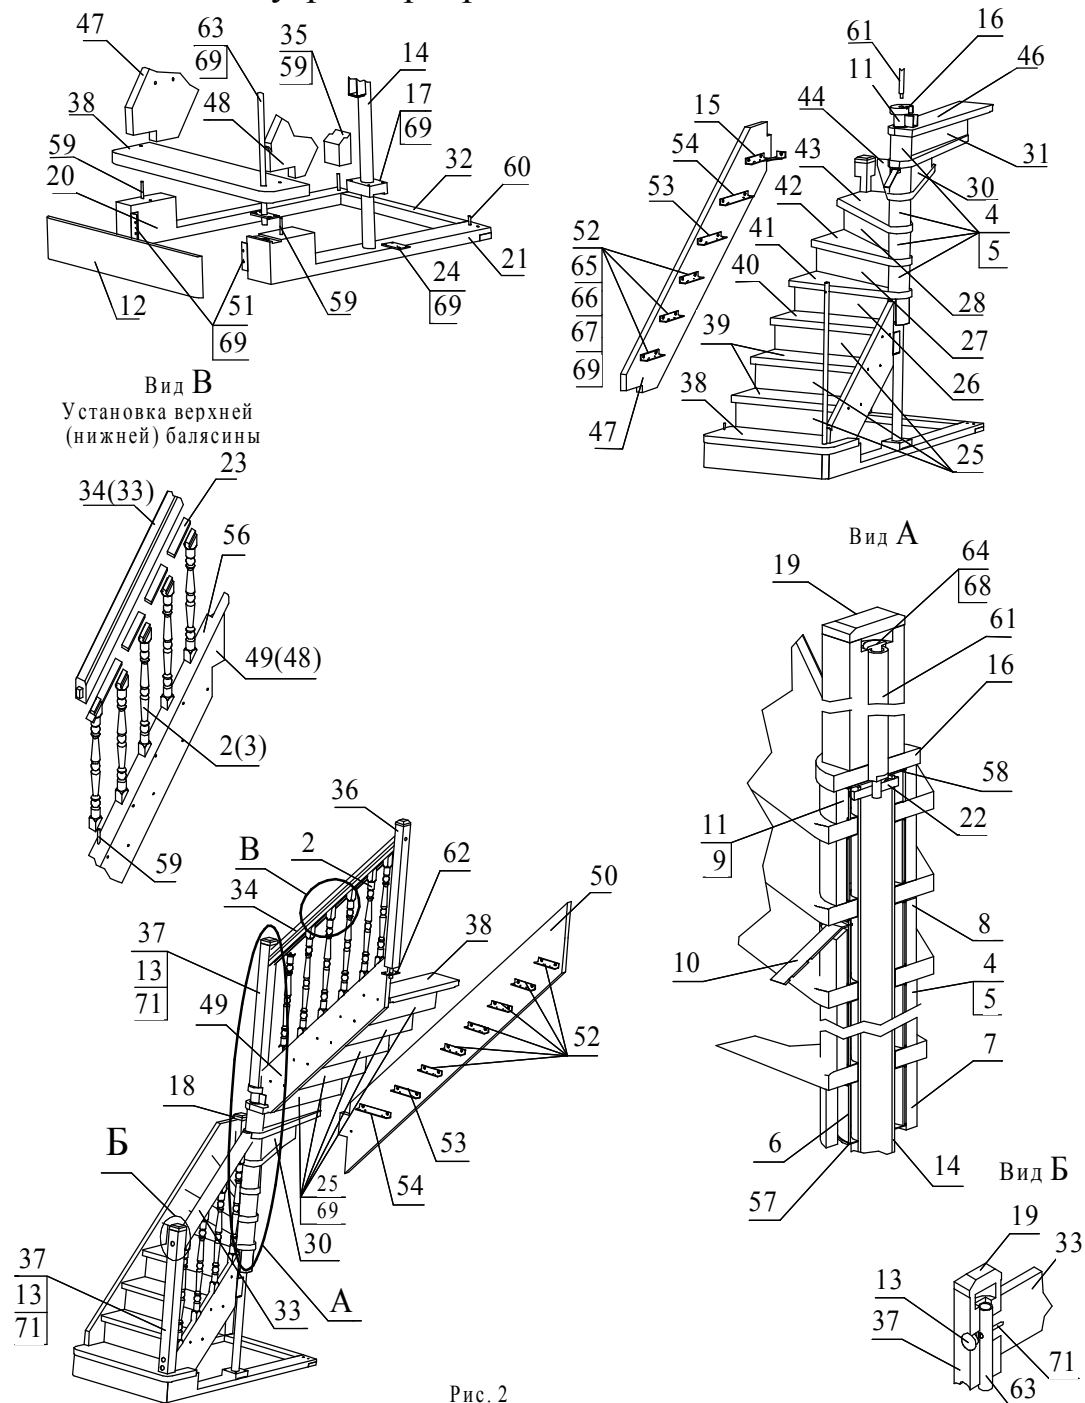
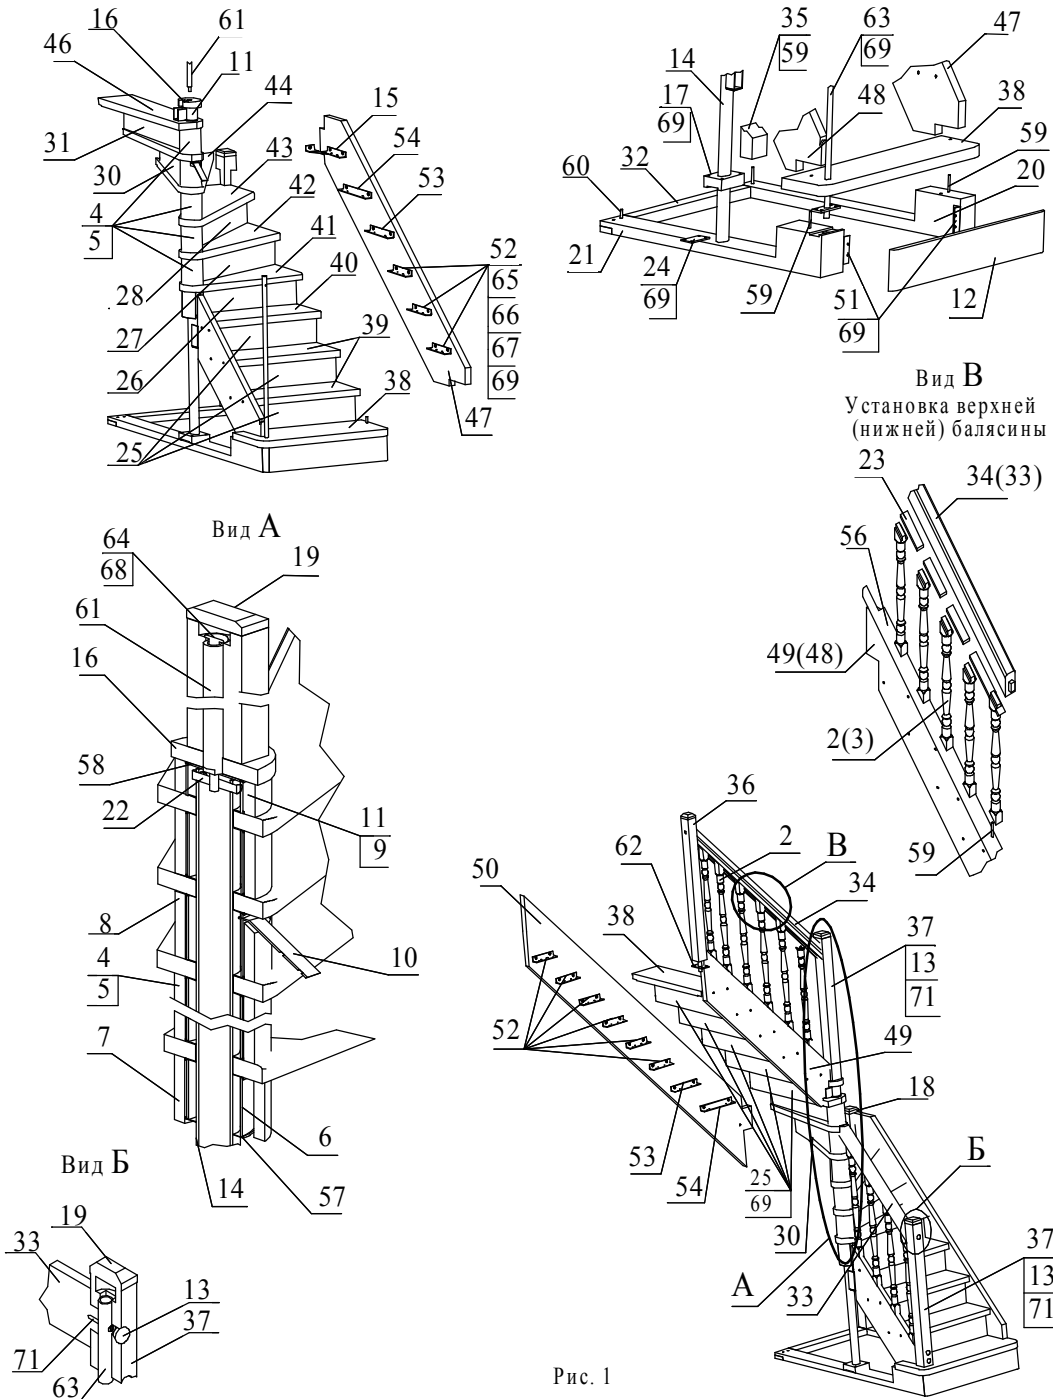

Рис. 2
Рис. 1
2.1. Модификации лестницы - право и левозаходная (см рис.1 и 2).
4.1. Последовательность сборки лестницы приведена на рис.1 и рис.2. Номера позиций на рис.1 и рис.2 соответствуют номерам позиций табл. 1.